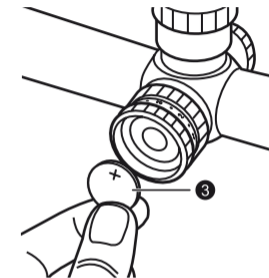

Fig. 3-2
- 2 Mettez une pile au lithium de 3 V 3 dans le compartiment, le pôle positif (+) tourné vers le haut (Fig. 3-2).